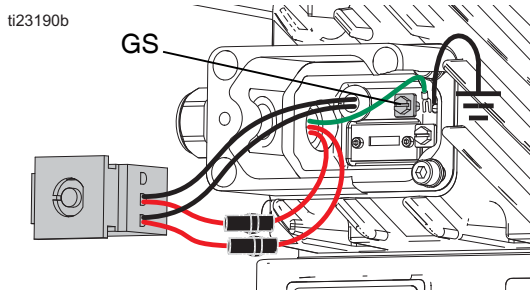

FIG. 11: Vis de terre
- Introduire les fils dans le presse-étoupe (C1) attaché au moteur (pas au boîtier de raccordement (S)).
- Rattacher le fil de terre à la vis de terre. Serrer la vis de terre. Voir FIG. 11.
- Utiliser un embout de fil pour raccorder chaque fil de ventilateur à un des deux fils qui sortent du passe-fils du moteur. Attacher ensuite un fil à la borne 1L1 dans le boîtier de raccordement et l'autre fil à la borne 3L2. Voir FIG. 11.